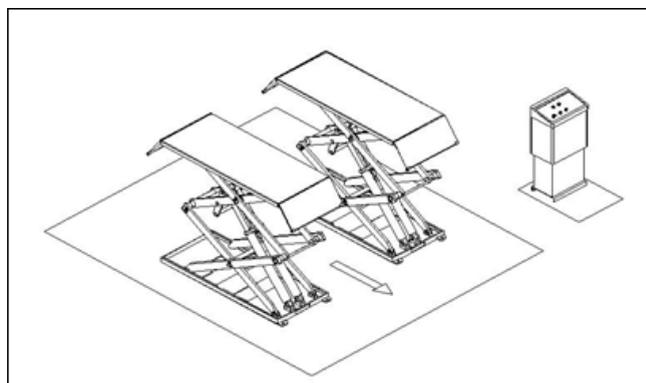

Рис. 7
-Убедиться в том, что автомобиль правильно установлен на платформах (рис. 7).